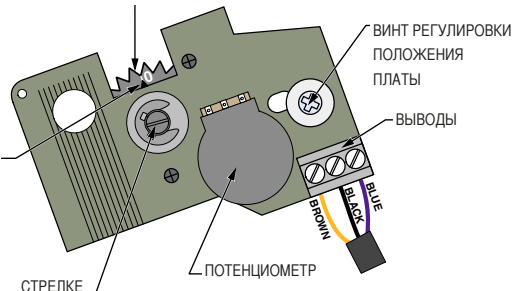

Рис. 17. Изменение направления вращения на плате потенциометра ASZ.
5. См. Рис. 17. Отключите синий и коричневый провода от выводов, расположенных на плате потенциометра ASZ....
9. См. Рис.17. Отпустите черный винт крепления передачи потенциометра приблизительно на один оборот. Осторожно вставьте небольшую отвертку между передачей потенциометра и серой пластиковой крышкой. Осторожно поворачивайте отвертку до тех, пока передаточный механизм потенциометра не выйдет из сцепления с валом барабана.